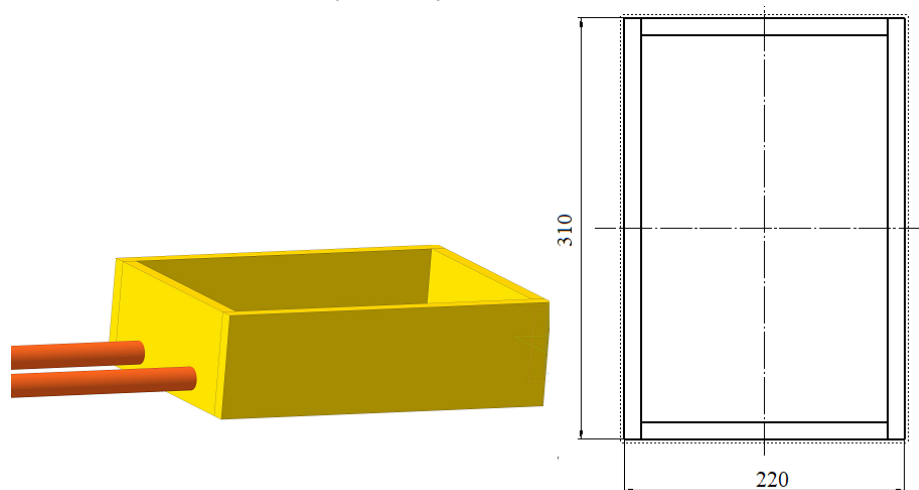

Рис. 5
1. В качестве материала для опалубки можно применять влагостойкую фанеру или пенопласт. Внешняя часть опалубки должна иметь размер 310 x 220 мм, высота - от 100 мм и более (рис. 5).